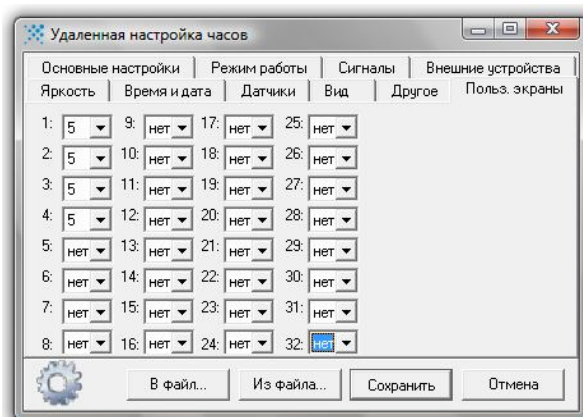

Рисунок 11 – Пользовательские экраны.
**Пользовательские экраны** – в данной вкладке осуществляется изменение количества и формата пользовательских экранов (рисунок 11). При первоначальном подключении электронных часов, программа «Clock Monitor» считывает информации из памяти часов. В дальнейшем количество и формат пользовательских экранов можно изменить, например, для изменения последовательности отображаемой информации на физических экранах конкретной модели электронных часов. Для пользовательских полей, в выпадающем списке, предусмотрена установка количества символов, а также отключение данного пользовательского поля.